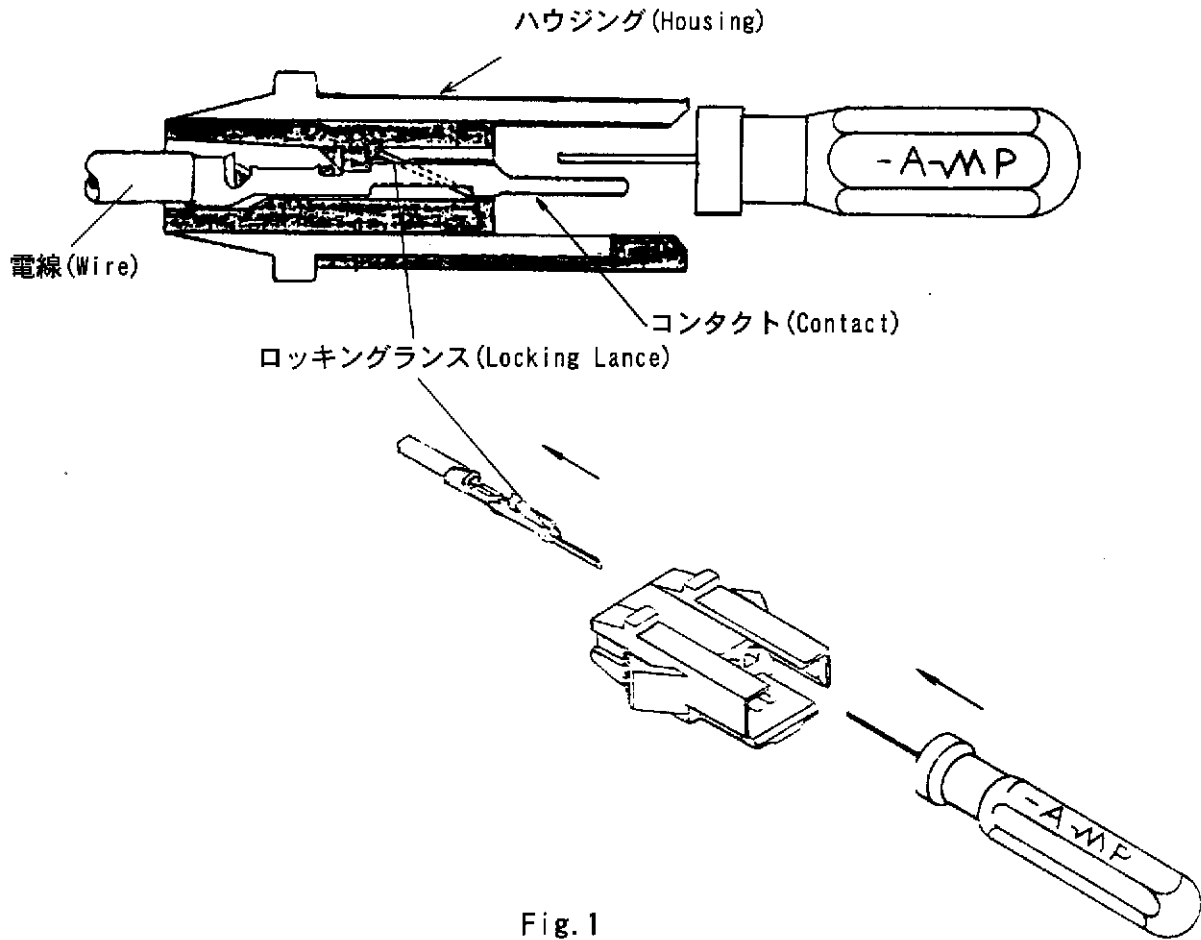

Fig. 1
- 2) 工具の先端を Fig.1 の様に水平にしてコネクタの嵌合側からコンタクト穴に挿入し先端が奥に突き当たるまで軽く押し込んで下さい。これでロッキングランスが固定位置から押し下げられてロックが開放されます。
- 2) Insert the tool from mating side into contact hole (see Fig.1) until the tool end bottoms. Then the locking lance is released.